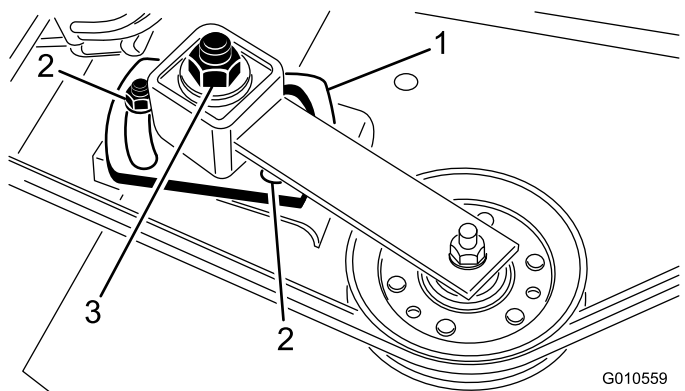

Figure 29
5. A l'aide d'une douille et d'une clé dynamométrique, serrez l'écrou de réglage de la poulie de tension à un couple de 47 à 54 N·m (Figure 29).